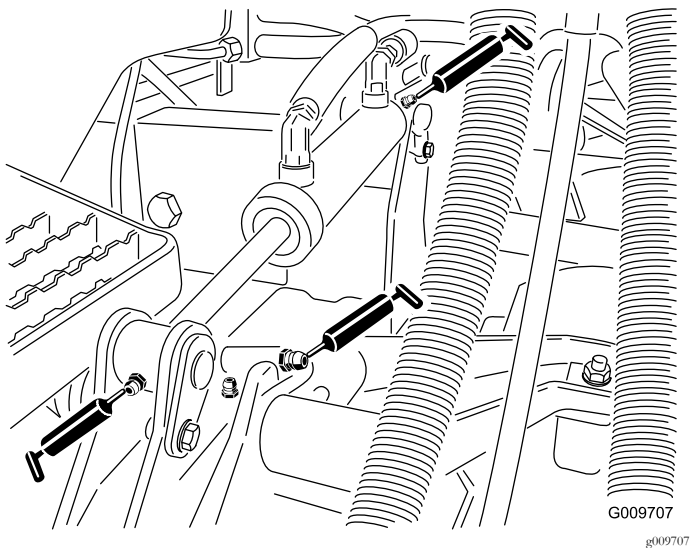

图36
- 提升臂轴套每个刀盘 1 个如图36 所示
- 提升油缸轴套每个刀盘 2 个如图36 所示